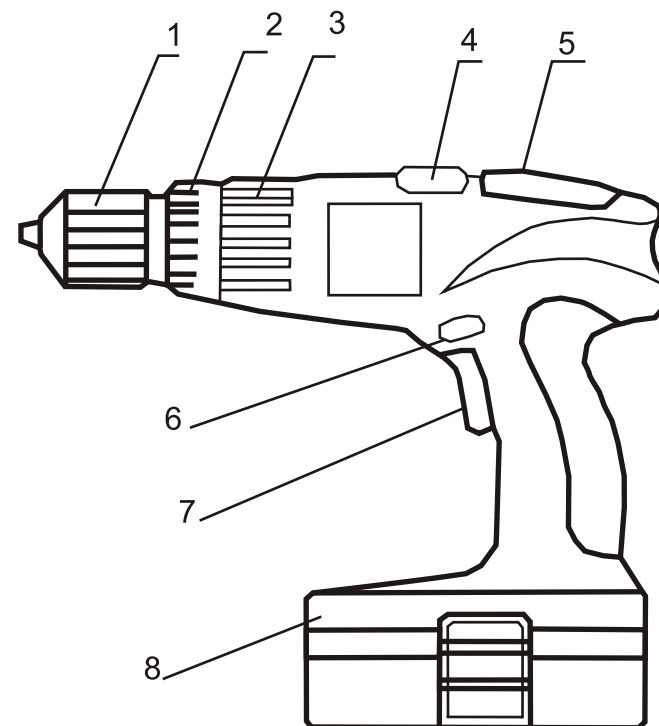

Рис. 1
4.1 Общий вид дрели представлен на рис. 1